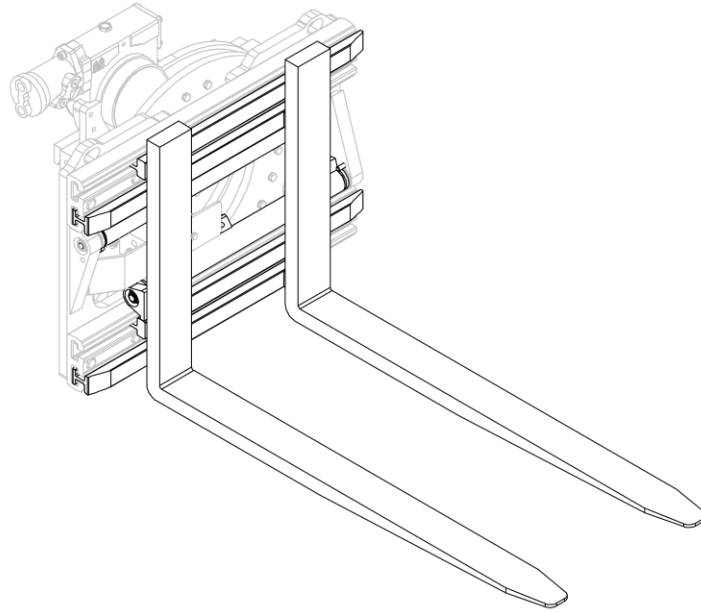
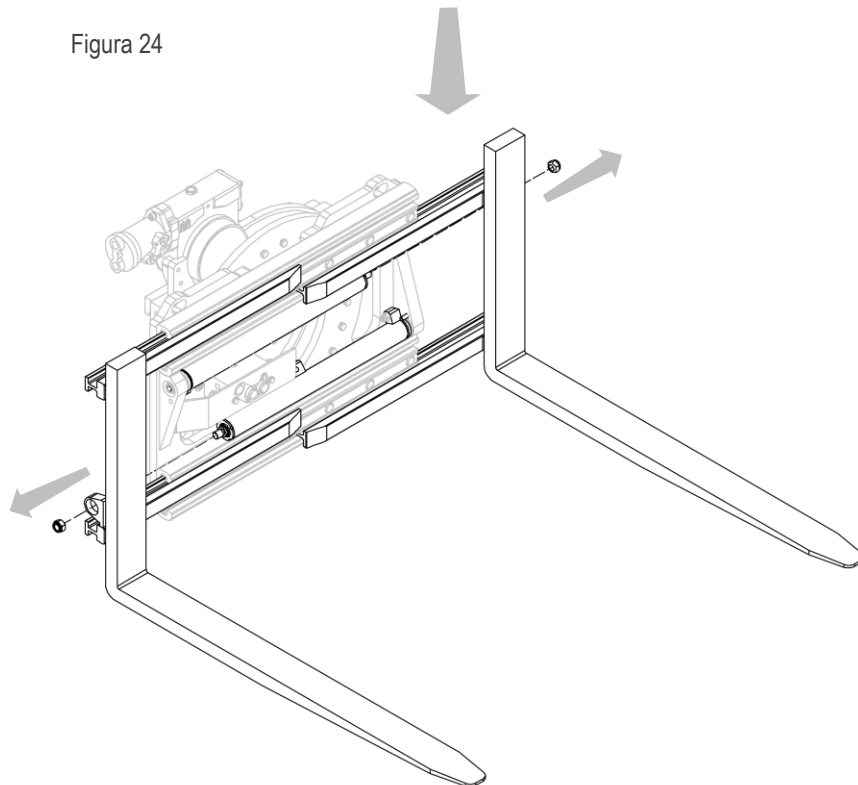

Figura 24
Figura 25
2. Rimuovere le forcelle con le relative forche dopo aver svitato i relativi dadi che le vincolano ai cilindri (vedi *Figura 24* e *Figura 25*).